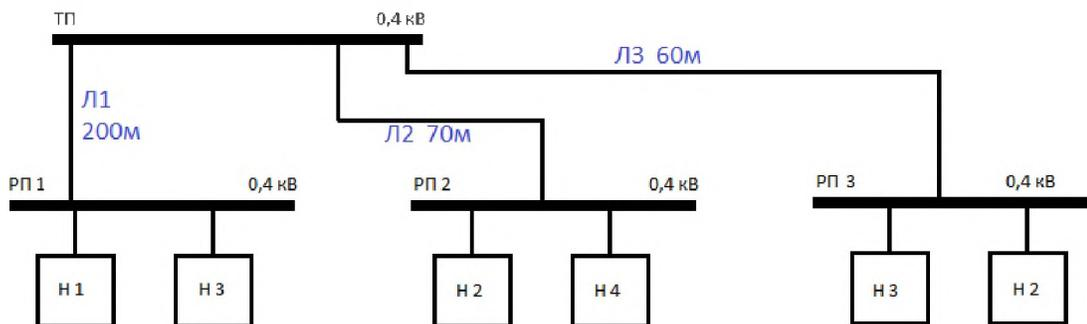

Рисунок 1. Схема участка системы электроснабжения
11. Выбрать мощность и места установки устройств компенсации реактивной мощности (УКРМ) для участка системы электроснабжения (рис. 1). Характеристики нагрузок участка системы электроснабжения приведены в табл. 1. При выборе мощности УКРМ использовать следующий ряд номинальных мощностей, квар: 15, 20, 25, 30, 40, 50, 60, 80, 100, 125, 150.